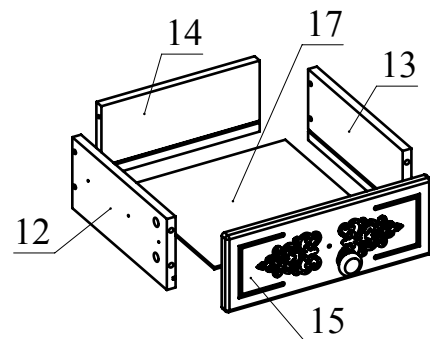
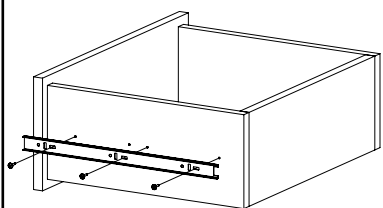

Рис. 13
Рис. 14
12. Соберите ящик. Для этого соедините детали 12 и 13 с деталью 14 при помощи конфирматов. Вставьте дно ящика 17 из ДВП в пазы деталей 12, 13, 14. Соедините деталь 15 с полученной конструкцией и затяните головки минификсов (Рис. 13). Закрепите внутренние планки направляющих на деталях 12 и 13 шурупами 3,5х16 (Рис. 14). С помощью шурупа 4х30 с круглой головкой закрепите ручку на фасаде ящика. При необходимости регулировки ящика выкрутите шурупы из круглых отверстий и перекрутите в овальные (продольные и вертикальные) регулировочные отверстия. Не затягивая до конца шурупы, сместите ответную планку вверх-вниз. Затяните шурупы до конца.